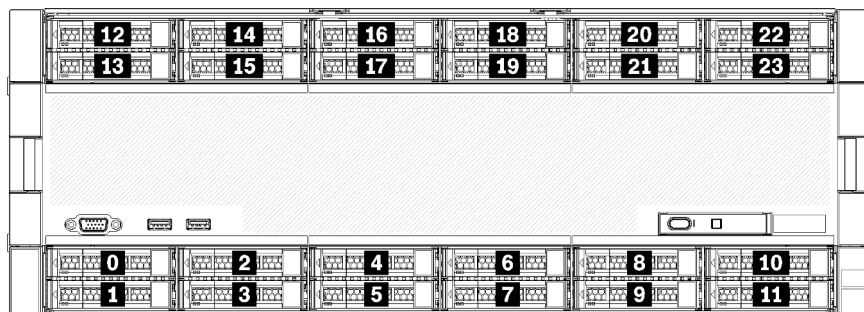

Figura 3. Locais do compartimento de unidade
- As duas unidades superiores oferecem suporte a unidades SAS, SATA ou de interface de NVMe (Lenovo AnyBay). O servidor pode oferecer suporte a até 12 unidades NVMe, dependendo da configuração do servidor. Os compartimentos de unidade NVMe são os compartimentos com numeração par, conforme mostrado em Figura 3 "Locais do compartimento de unidade" na página 13.